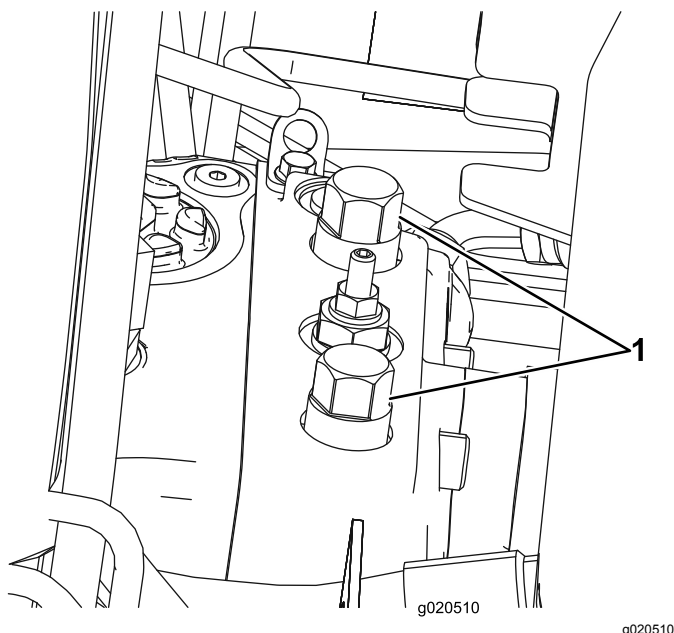

Figura 40
1. Abra o capot e localize as válvulas de distribuição (Figura 40) na parte superior